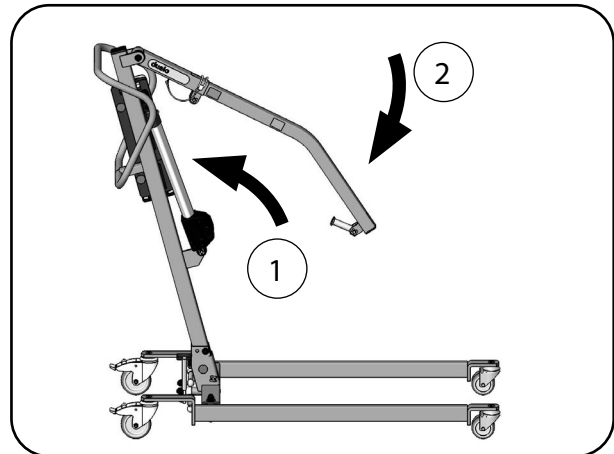
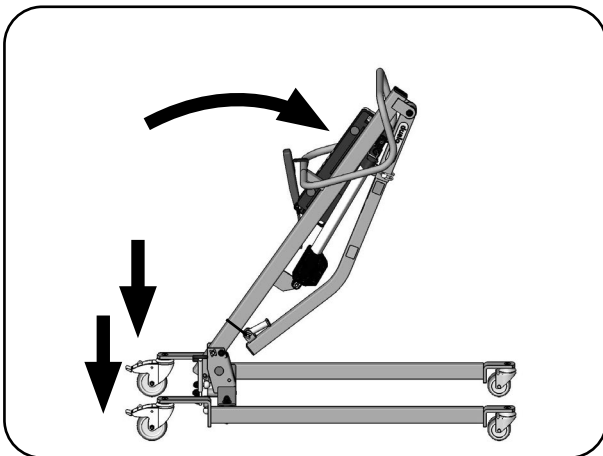

Abb.13.2.02 - Standmast aufgerichtet
Abb.13.2.03 - Standmast zusammenklappen
1. Bremsen Sie die beiden hinteren Laufrollen an der Bedienerseite, durch Betätigung des Tritthebels (Abb. 13.2.03) (siehe Kapitel Bedienung Abschnitt **Laufrollen**).
3. Schwenken Sie zuerst den Hubantrieb und anschließend die Hebearmaufnahme bzw. den Hebearm standard zum Standmast (Abb.13.2.02). Fixieren Sie den Hubantrieb und die Hebearmaufnahme bzw. den Hebearm standard mit Kabelbinder oder Klettband am Standmast (Abb.13.2.03).
4. Entfernen Sie an der Standmastaufnahme den Bolzen mit der SL-Sicherung und klappen Sie den Standmast langsam und kontrolliert nach vorne (Abb.13.2.03).